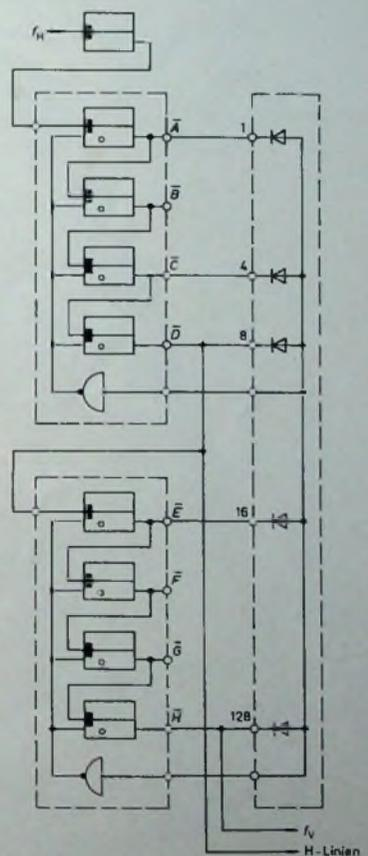

Bild 4 Schaltung des Zählers für die Horizontal- und die Vertikalablenkfrequenz
würde bis 255 zählen, wenn alle Ausgänge angeschlossen wären (1 + 2 + 4 + 8 + 16 + 32 + 64 + 128). Matriziert sind jedoch nur \bar{A} (1), C (4), D (8), E (16) und H (128); dies ergibt die Zahl 157. Wie Bild 4 noch zeigt, ist dem Zähler ein Zweier-Teiler vorgeschaltet, der mit der Horizontalablenkfrequenz f_H angesteuert wird. Nach 314 Zeilen ($2 \cdot 157$) stellt der Zähler zurück. Die Periodendauer des Ausgangssignals an H ist $314 \cdot 63,829 \mu s = 20,04 ms$. Sie entspricht der Vertikalablenkfrequenz. Die beschriebene Stufe arbeitet als Binäruntersetzer, der nach dem 314. Im-